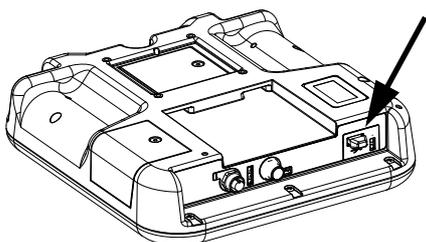

FIG. 60 : Port USB de l'ADM
1. Introduire la clé USB dans le port USB du système. Voir FIG. 60.